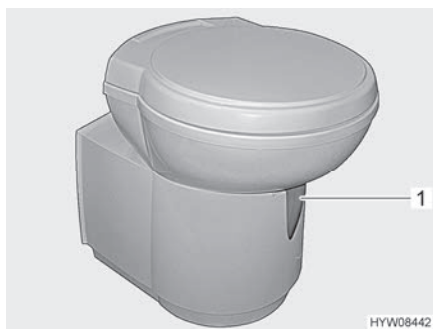

Bild 81 Thetford-toalettsskål (svängbar)
- Öppna spjället på Thetford-toaletten före spolning. Skjut för detta spjällspaken (Bild 81,1) moturs.